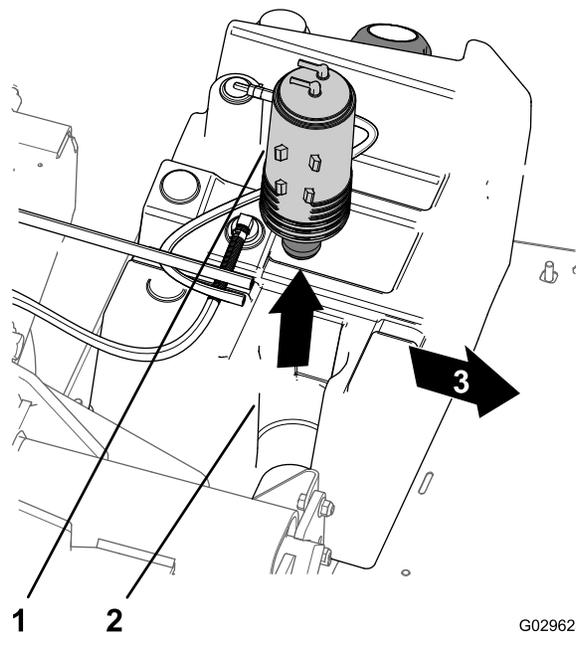

Figura 44
- Levante o recipiente de carbono da montagem do recipiente de carbono no depósito de combustível (Figura 44).
7. Insira o novo recipiente de carbono na montagem do recipiente de carbono do depósito de combustível com as uniões purga e depósito de combustível alinhadas para trás (Figura 44).